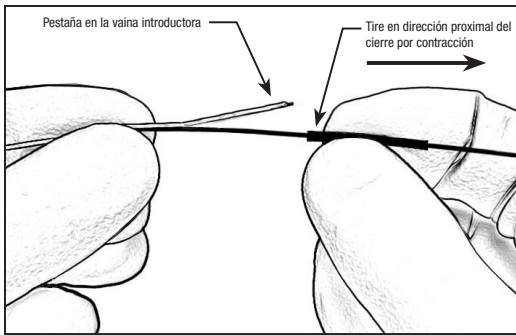

Figura 3: tire del cierre por contracción en dirección proximal
- Sujete el dispositivo lejos del cierre por contracción y tire del cierre por contracción en dirección proximal para exponer la lengüeta de la vaina introductora. Consulte la Figura 3.